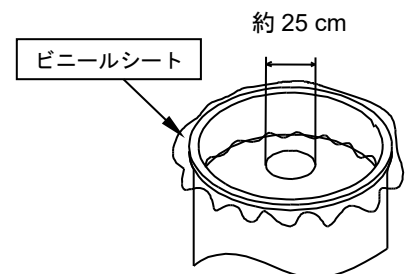

Fig.5.5
- 1) インキドラムの蓋を開け、ビニールシートのシワを伸ばし、ドラムの縁から広げて出してください。（Fig.5.5）